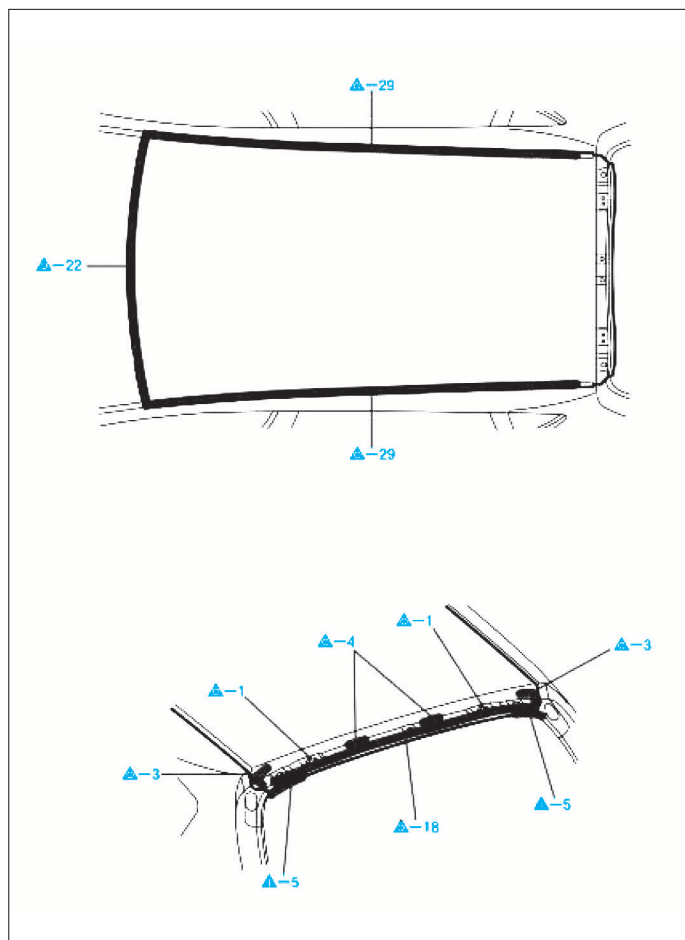

FIG. 41
- Dépointer le pavillon aux endroits indiqués (Fig.41).